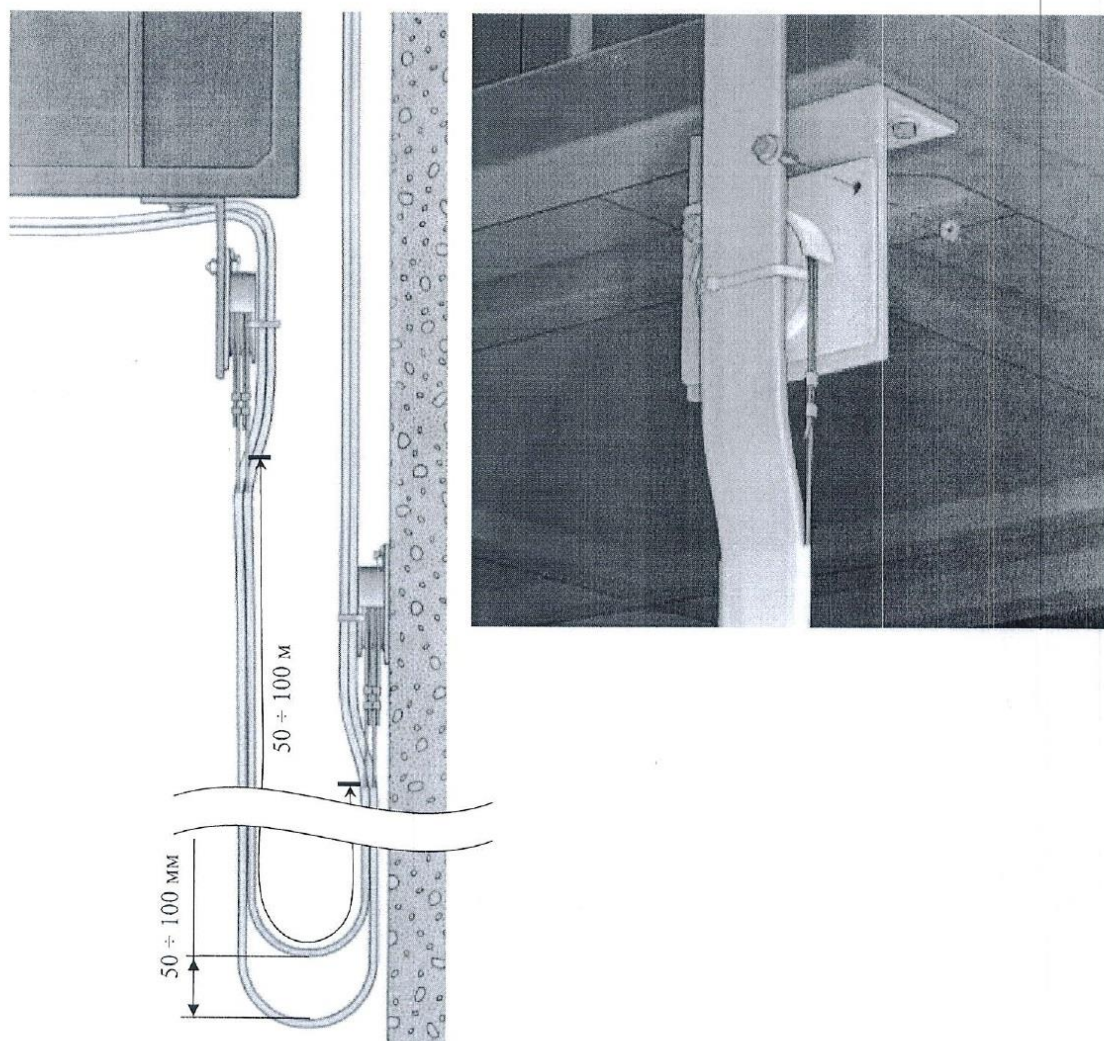

Рис.6 Крепление кабелей с усиливающими элементами в виде канатов стальных.
- 2.2. После разводки по шахте лифта выполнить монтаж кабеля на устройстве крепления (под кабиной лифта) аналогично по п.2.1 (рис.6).